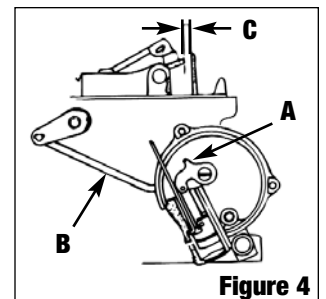

Figure 4
• TRINGLERIE DE PISTON DE STARTER ÉLECTRIQUE (FIG. 4)